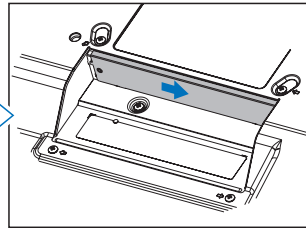
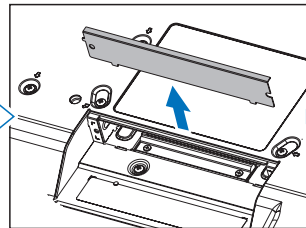

图2
图3
3. 旋开已安装的螺丝（图1），将附带的插槽盖向右滑（图2）再向上移（图3），可将其拆下。